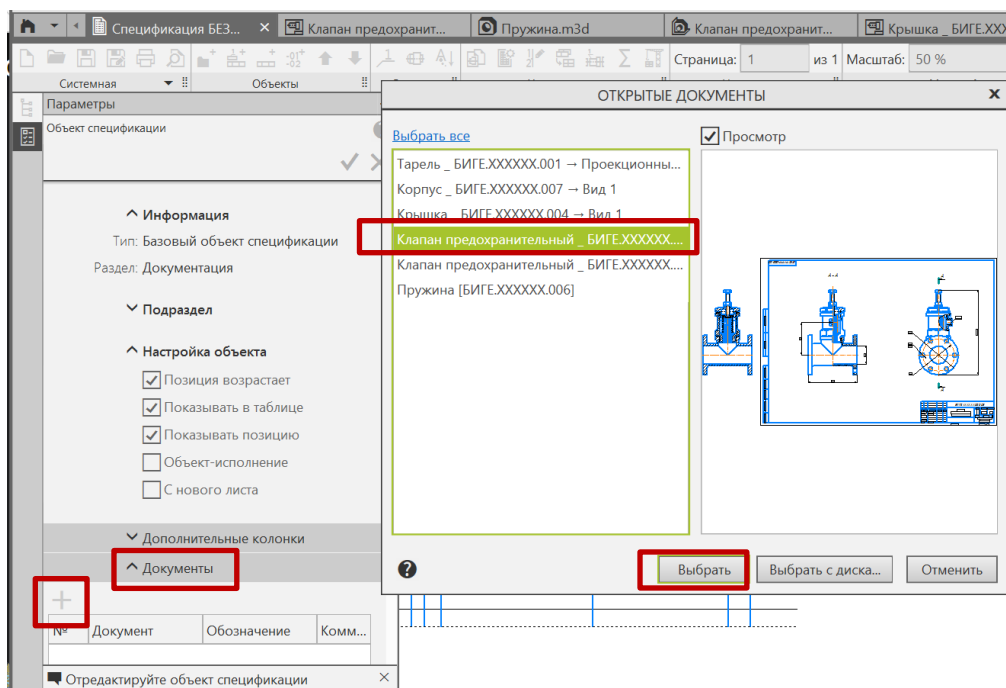

Рис. 20 Команда «Добавить документ»
- **Дерево документа – Параметры – Документы – Добавить документ +** – указать файл сборочного чертежа (рис. 20).